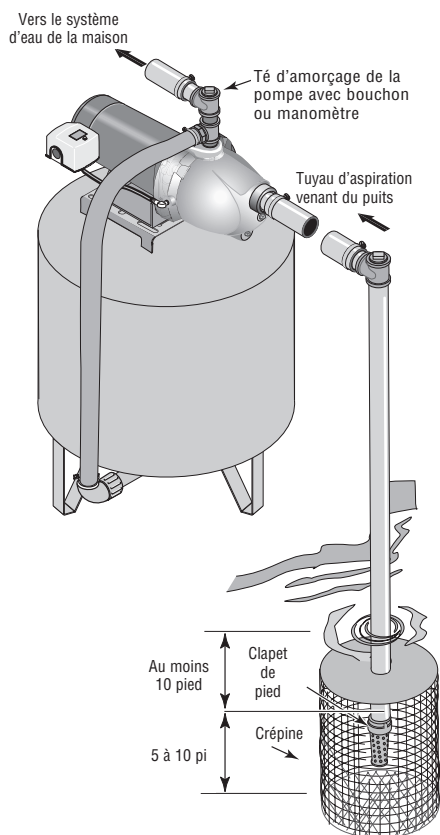

Figure 3 : Installation pour les eaux de surface
Installation dans le cas d'eaux en surface (Figure 3)
- 2 ° Assembler le clapet de pied et le tuyau d'aspiration (voir la Figure 3). S'assurer que le clapet de pied fonctionne librement. Utiliser du ruban Téflon™ ou de la pâte pour raccords filetés à base de Téflon™ sur les raccords filetés. Poser une crépine autour du clapet de pied pour le protéger contre les poissons, les déchets, etc. (voir la Figure 3).
- 4 ° Poser le té d'amorçage, le bouchon d'amorçage et le tuyau d'aspiration sur la pompe (voir la Figure 3). Supporter le tuyau de façon qu'il ne soit pas cintré afin qu'il n'exerce pas de contraintes sur le corps de la pompe; de plus, il doit être légèrement incliné vers le haut, du puits jusqu'à la pompe (les points hauts risquent de causer des poches et des bouchons d'air dans la pompe). Rendre étanches les raccords du tuyau d'aspiration avec du ruban Téflon™ ou une pâte pour raccords filetés à base de Téflon™. Les raccords doivent être étanches à l'air et à l'eau. Si le tuyau d'aspiration aspire de l'air, la pompe ne pompera pas l'eau du puits.